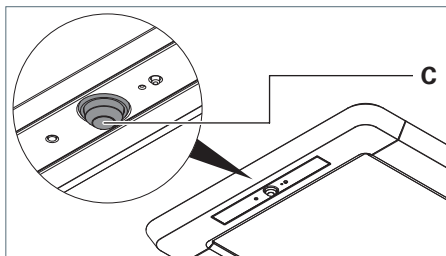
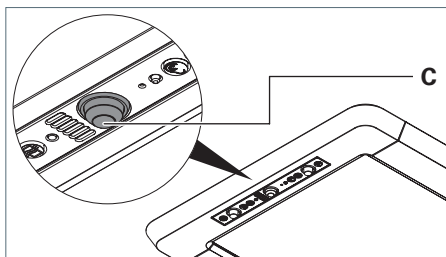

Fig. 23 : Capteur PIR, modèle R.
Fig. 24 : Capteur PIR, modèle RX.
- ▶ Orientez la tête sphérique **C** du capteur PIR dans le sens souhaité, voir Fig. 23 et voir Fig. 24.